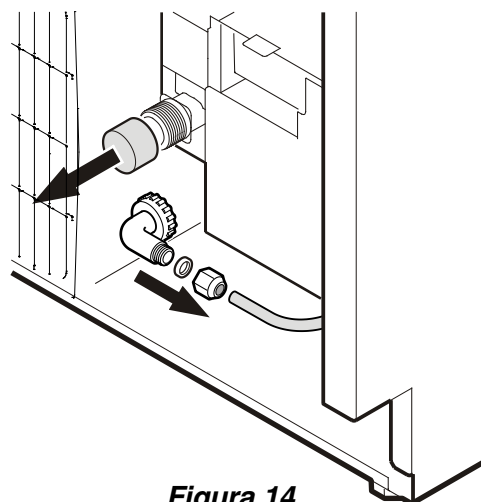

Figura 14
- Retire la cubierta del conector de la válvula (**Figura 14**).
- La tubería de agua es visible al frente del aparato. Conecte la línea de agua al adaptador del diámetro exterior (**Figura 14**).